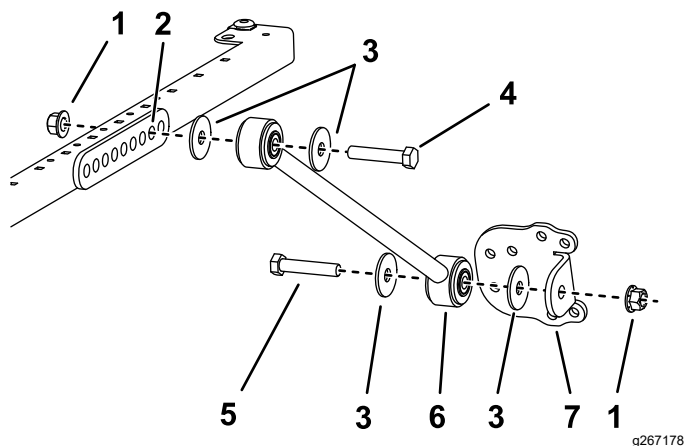

Figure 31
- Pour les modèles 30446, 30446N, 30447 et 30447N, fixez légèrement un renfort de chaque côté du cadre du pare-soleil dans le **deuxième** trou du support de renfort à l'aide d'un boulon ($\frac{1}{2}$ " x $2\frac{1}{2}$ "), d'une rondelle ($\frac{1}{2}$ ") et d'un écrou à embase ($\frac{1}{2}$ "), comme montré à la Figure 31.